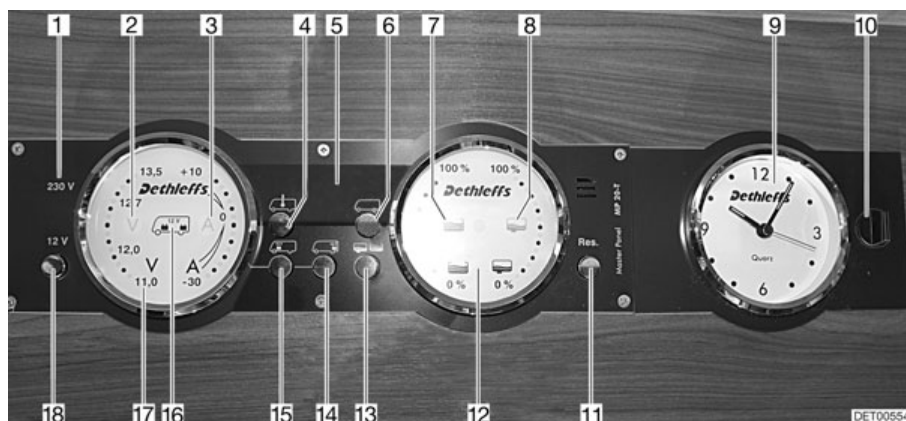

Fig. 161 Panneau de contrôle MP 20-T
Le voyant de contrôle 230 V (Fig. 161,1) s'allume si l'arrivée du bloc électrique est sous tension de réseau.
L'interrupteur principal 12 V (Fig. 161,18) établit ou coupe le panneau de contrôle et l'alimentation 12 V de la cellule.
- Appuyer brièvement sur la touche "12 V" (Fig. 161,18). L'alimentation 12 V de la cellule est assurée. L'indicateur de contrôle "12 V" s'allume.
- ▷ La tension de la batterie de cellule est trop faible quand les DEL "11,0" de l'affichage en Volt et le symbole Volt "V" (Fig. 161,2) clignotent dans l'indicateur des batteries (Fig. 161,17) après la mise sous tension. Charger la batterie.
- ▷ La coupure de batterie est active quand l'indicateur de contrôle "12 V", le symbole de la batterie de cellule (Fig. 161,16) et le symbole Volt "V" (Fig. 161,2) clignotent trois fois après la mise sous tension. Désactiver la coupure de batterie.
- Appuyer brièvement sur la touche "12 V" (Fig. 161,18). L'alimentation 12 V de la cellule est coupée. L'indicateur de contrôle "12 V" s'éteint.
- Appuyer sur la touche batterie de cellule (Fig. 161,14) et la maintenir enfoncée pendant 10 secondes environ. Les symboles Volt "V" (Fig. 161,2) et Ampères "A" (Fig. 161,3) clignotent trois fois. La batterie de cellule est coupée du réseau de bord de 12 V.
- Appuyer sur la touche "12 V" (Fig. 161,18) et la maintenir enfoncée pendant 5 secondes environ. Le symbole Volt "V" (Fig. 161,2) clignote trois fois. La batterie de cellule est branché au réseau de bord 12 V. L'indicateur de contrôle s'allume au bout d'env. 2 secondes.
- Appuyer sur la touche de la batterie de cellule "🚐" (Fig. 161,14). Le symbole Volt "V" (Fig. 161,2) s'allume. Le symbole Ampères "A" est, suivant son niveau de charge, blanc ou rouge. La tension de la batterie et le courant de la batterie de cellule sont affichés au moyens de DEL à l'intérieur de l'indicateur.
- Appuyer sur la touche de la batterie de démarrage "🚐" (Fig. 161,15). Le symbole Volt "V" (Fig. 161,2) s'allume. Des DEL à l'intérieur de l'indicateur indiquent la tension de la batterie de démarrage.
- Appuyer sur la touche réservoirs  (Fig. 161,13). Les symboles réservoir d'eau  (Fig. 161,7) et réservoir d'eaux usées  (Fig. 161,8) s'allument. Des DEL à l'intérieur de l'indicateur indiquent le niveau du réservoir d'eau (échelle de gauche) et celui du réservoir d'eaux usées (échelle de droite).
Le symboles Volt "V" (Fig. 161,2) et les DEL "11,0" clignotent dès que la tension de la batterie descend en dessous de 11 V (mesurée en marche) et qu'il y a risque de décharge profonde de la batterie.
Le symbole du réservoir d'eau  (Fig. 161,7) ou celui du réservoir d'eaux usées  (Fig. 161,8) clignote quand le réservoir d'eau est vide ou que le réservoir d'eaux usées est plein.
L'affichage numérique (Fig. 161,5) permet d'indiquer les températures intérieure et extérieure.
- Appuyer sur la touche de la température intérieure  (Fig. 161,4). La température intérieure s'affiche.
- Appuyer sur la touche de la température extérieure  (Fig. 161,6). La température extérieure s'affiche.
Le dispositif d'affichage de l'heure (Fig. 161,9) indique l'heure. L'horloge a sa propre pile et n'est pas branchée sur le réseau de bord de 12 V.